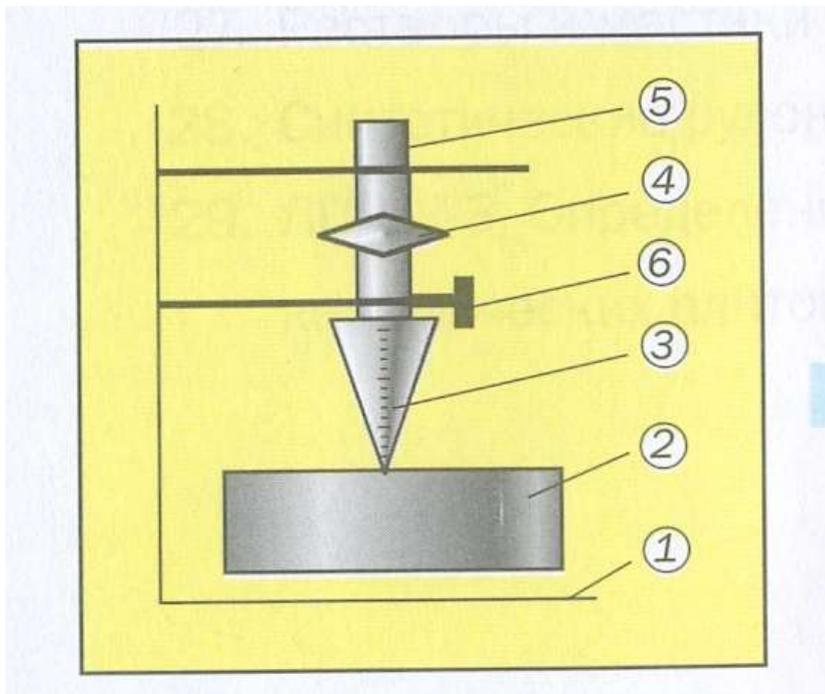

Рис. 1
8. Ведро со смесью поместите под конус (рис.1). Острие конуса подведите до соприкосновения с раствором. Допустим, стрелка остановилась на делении 3, винт прибора опустите, и конус погружается в раствор. Если стрелка прибора остановилась на делении 10,5 см, то глубина погружения конуса в раствор составит $10,5 - 3 = 7,5$ см, подвижность равна 7,5 см.